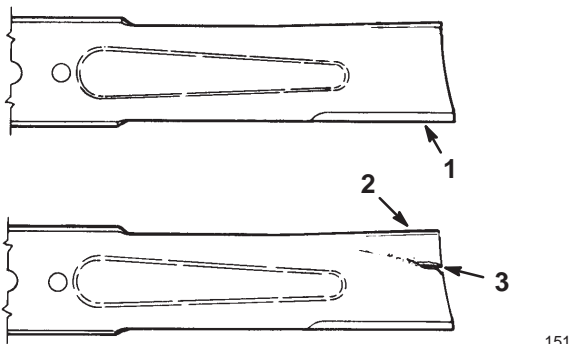

Figure 27
1. Inspectez les tranchants des lames (Fig. 27).
3. Inspectez les lames, surtout la partie incurvée (Fig. 27).
4. Remplacez immédiatement toute lame endommagée, usée ou qui présente une entaille (Fig. 27).